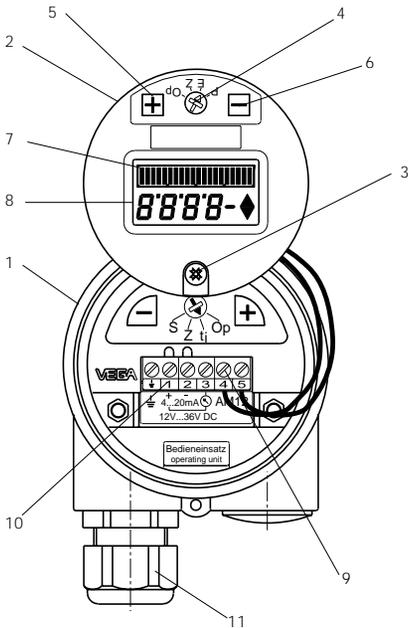
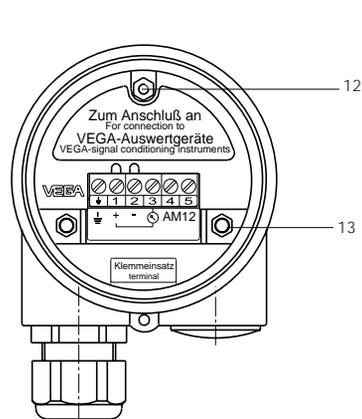

Figura 1
Figura 2
- Fissate la morsettiera inferiore e inserite i distanziali (vedi Figura 2).
- Fissate ora il modulo dell'indicazione AM12 con la vite (3).
- Fissate il cavo di collegamento ai morsetti 4 e 5, come contrassegnato (vedi Figura 1).
- Serrate saldamente la vite (3) (Figura 1).